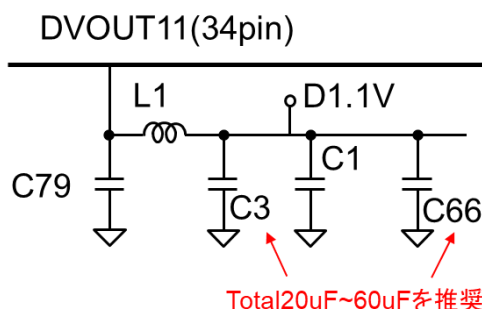

Figure 2-6 DC-DC コンバータの外付け回路例
- ・ Figure 2-6 に DC-DC コンバータの外付け回路例を、Table 2-3 にその回路定数例を示します。